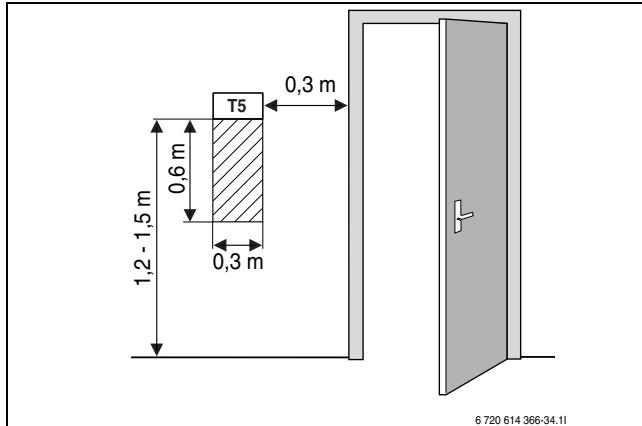

Bild 33 Empfohlener Montageplatz für den Raumföhler
- Unbehinderte Zirkulation der Raumluft unter dem Raumföhler (die ununterbrochene Fläche auf dem Bild 33 ist freizuhalten).